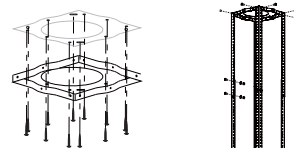

Abbildung 2
– Die Decke muss wenigstens ein Gewicht von 40 Kg tragen können und die Dicke des Materials muss mindestens 30mm betragen (siehe *Abbildung 2*). Sägen Sie ein rundes Loch mit 1\*170mm in die Decke.